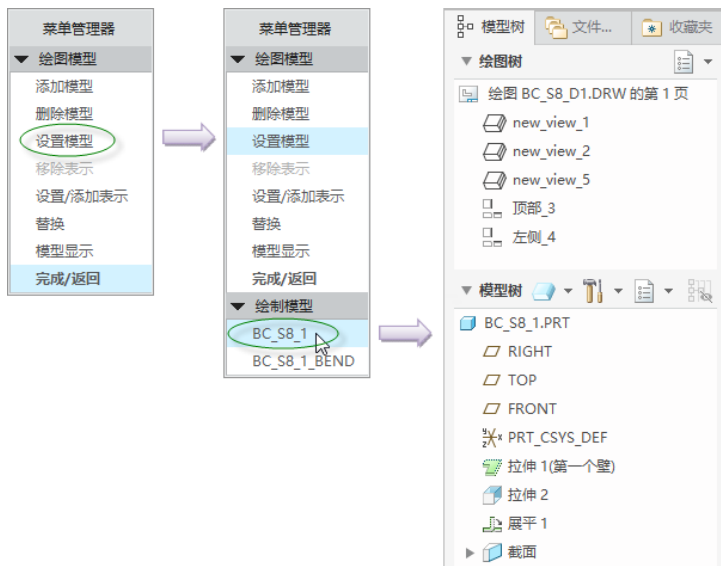

图 8-43 设置模型
(1) 在功能区中单击“布局”选项卡, 接着从“模型视图”组中单击 (绘图模型) 按钮, 系统弹出一个菜单管理器, 该菜单管理器提供“绘图模型”菜单。
(2) 在“绘图模型”菜单中选择“设置模型”命令, 接着在菜单管理器出现的“绘制模型”菜单中选择“BC_S8_1”, 则所选模型称为活动绘图模型, 此时在导航区的“模型树”窗口中显示的是该活动绘图模型的模型树, 如图 8-43 所示。